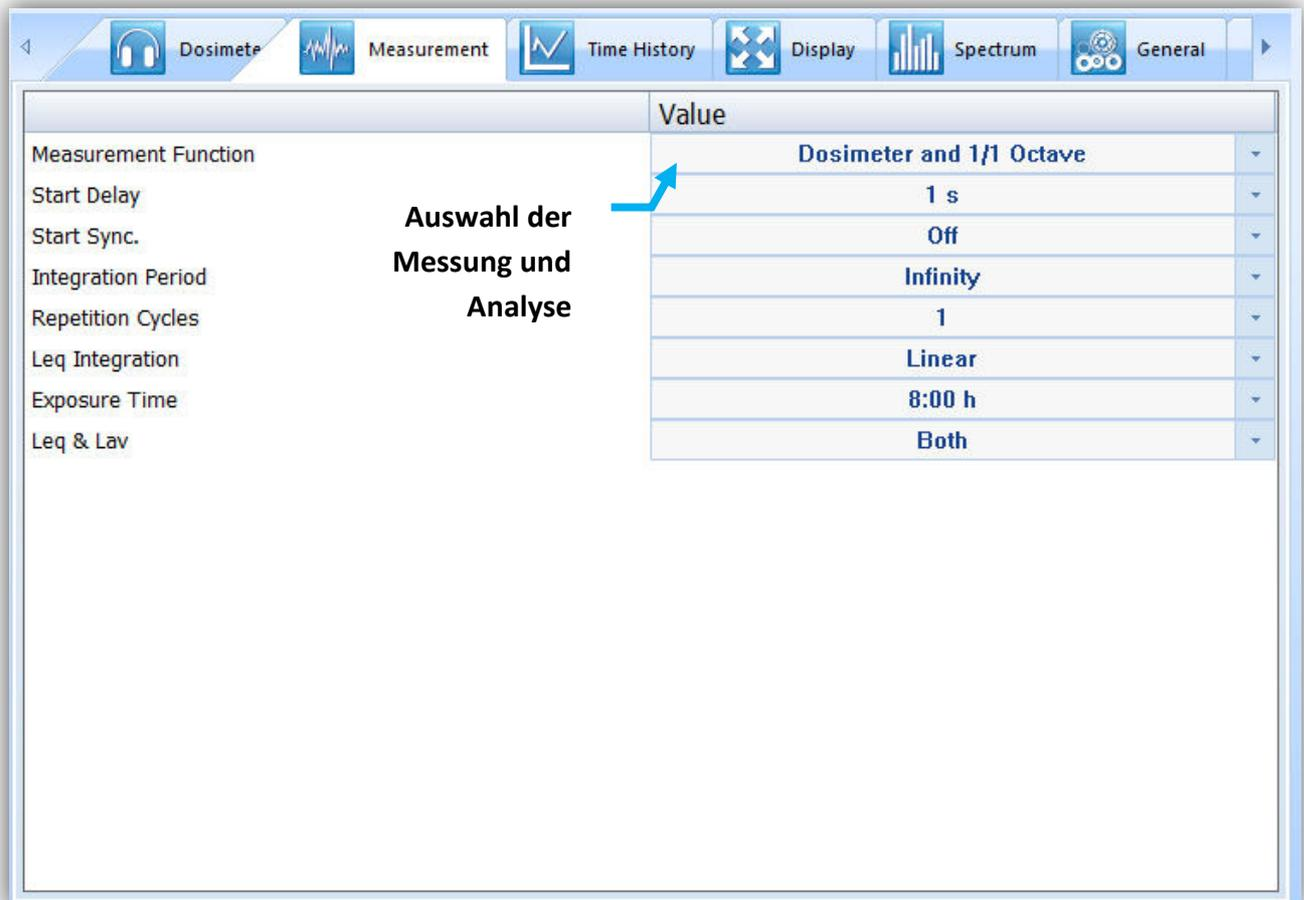

Abbildung 46: Messparameter Einstellungen
**Achtung:** Zusammenfassungsergebnisse werden im Intervall der **„Integration Period“** gespeichert und nicht des **Logger Steps**.. (siehe Abbildung 46)